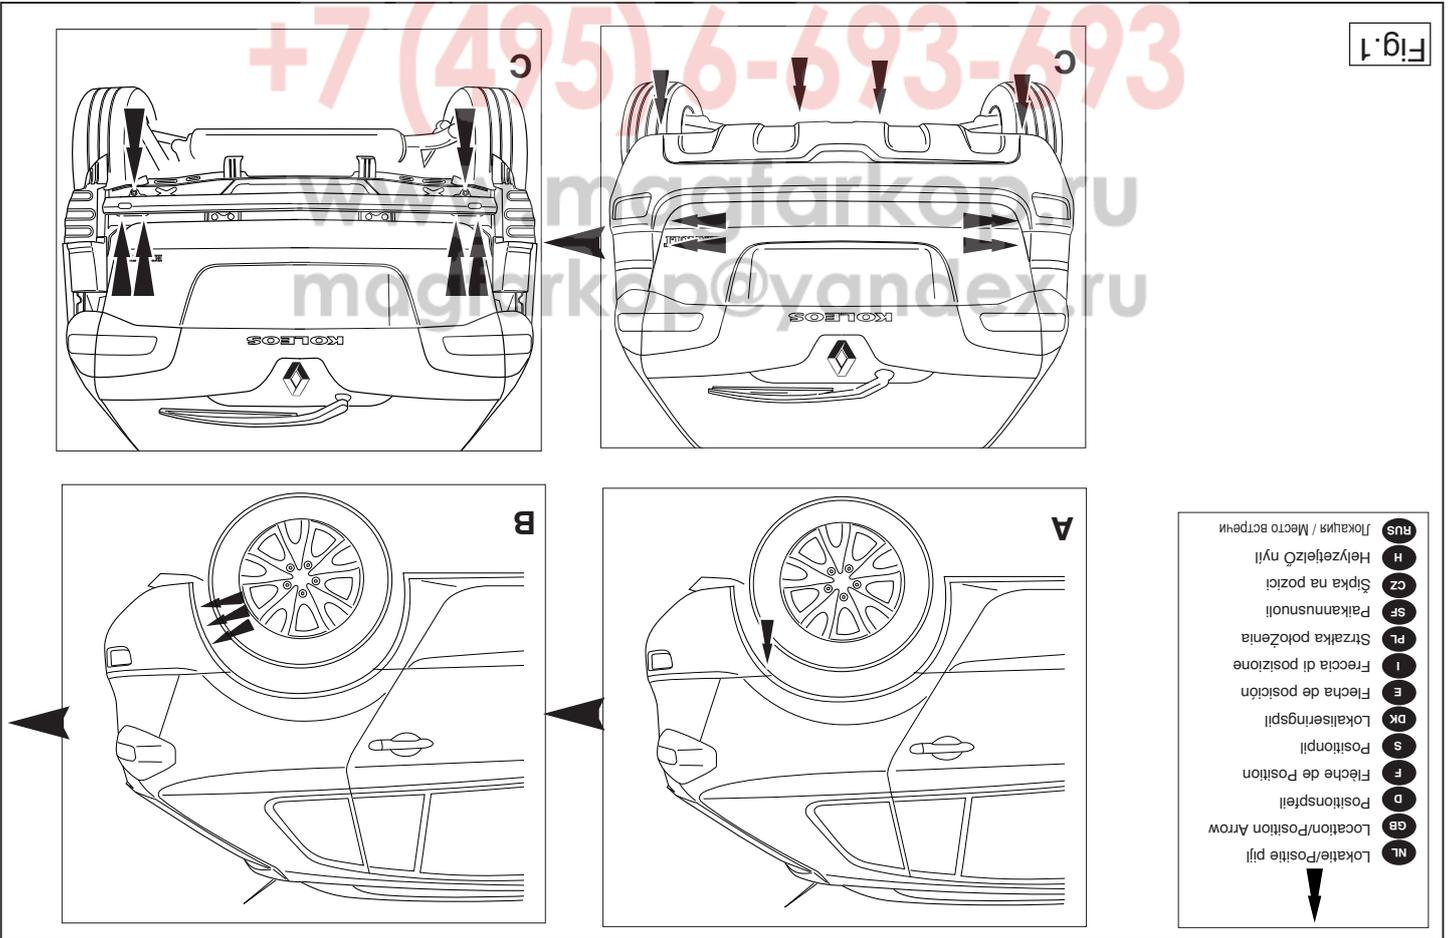

Fig. 1
1. Remove the bumper and the steel buffer beam from the vehicle. See figure 1.
1. Die Stoßstange einschließlich des stählernen Stoßbalkens vom Fahrzeug abmontieren. (Siehe Abbildung 1).
1. Déposer le pare-chocs du véhicule y compris la traverse en acier. (Voir la figure 1).
1. Снять бампер вместе со стальным буферным брусом автомобиля. (См. рисунок 1).